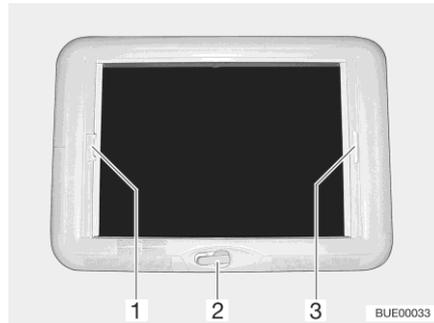

Fig. 84 Claraboya de manivela
- Abrir:** ■ Girar la manivela (Fig. 84,2) hasta que se note resistencia.
- Cerrar:** ■ Tirar del tirador (Fig. 84,3) del estor plegable y soltarlo en la posición deseada. El estor plegable se queda fijo en esta posición.
- Cerrar:** ■ Tirar del tirador (Fig. 84,1) de la protección contra insectos hacia el tirador opuesto del estor plegable (Fig. 84,3) y hacerlos engatillar.
- Abrir:** ■ Presionar el tirador de la protección contra insectos (Fig. 84,1) por la parte de atrás hacia arriba y desengancharla del estor plegable (Fig. 84,3).